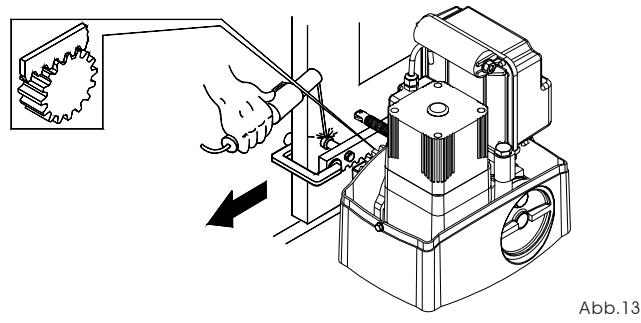

Abb.13
- Das erste Stück der Zahnstange waagrecht auf dem Ritzel ablegen und den Gewindesperrzahn auf dem Tor anschweißen, wie in Abb. 13 angegeben.